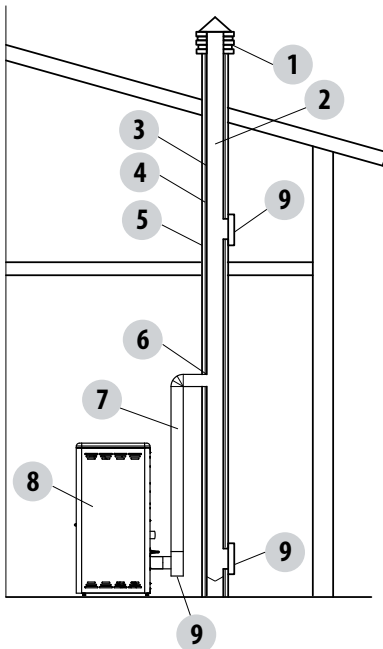

FIGURE 7
Le terminal de cheminée est un élément déterminant pour le bon fonctionnement de l'appareil de chauffage : il est conseillé d'utiliser un terminal de type anti-vent (A) voir Figure 7. La surface des ouvertures pour l'évacuation des fumées doit correspondre au moins au double de la section du conduit de fumées/système entubé et elle doit être conformée de façon à ce que l'évacuation des fumées soit garantie même en cas de vent. Elle doit empêcher l'entrée de la pluie, de la neige et de tout animal. La hauteur de l'échappement dans l'atmosphère doit se trouver en dehors de la zone de reflux créée par la conformation de la toiture ou des obstacles éventuels qui se trouvent à proximité (voir Figure 2-3-4-5-6).
3. Conduit de fumées extérieur réalisé exclusivement avec des tuyaux en inox isolés, c'est-à-dire avec une double paroi minimum Ø100 mm : le tout bien ancré au mur. Avec un terminal de cheminée anti-vent. Voir fig. 7 type A.